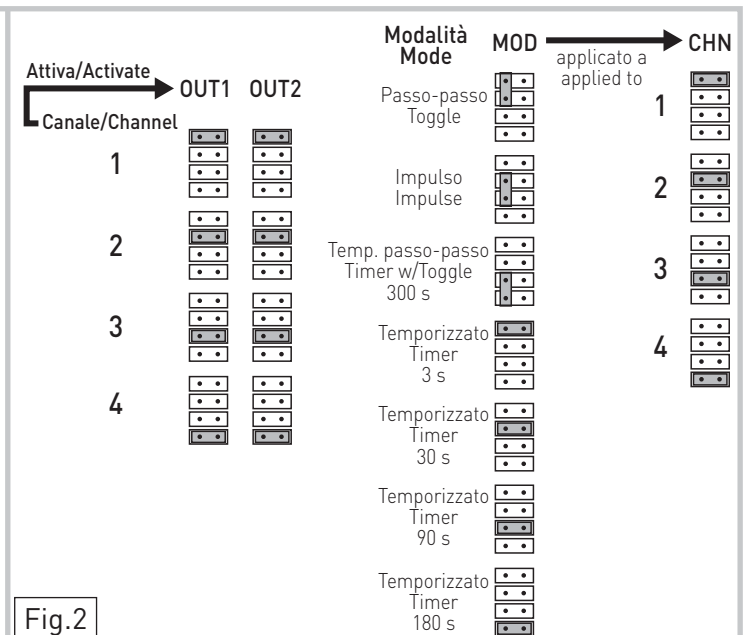

Fig.2
3. Configurazione canali-uscite (Fig.2)
Uno qualsiasi dei quattro canali dei trasmettitori può essere abbinato ad ognuna delle uscite del ricevitore radio BIXR2-BIXPR2 configurando opportunamente i jumper OUT1-OUT2 come indicato nella Fig.2. L'attivazione delle uscite viene segnalata dai LED OUT1-OUT2.
Uno dei quattro canali disponibili, selezionabile mediante il jumper CHN, può essere configurato in varie modalità di funzionamento mediante il jumper MOD come illustrato in Fig. 2. L'altro canale mantiene un funzionamento impulsivo.
3. Configuration of channels/outputs (Fig. 2)
Any one of the four transmitter channels can be matched with each of the BIXR2/ BIXPR2 radio receiver outputs by suitably configuring the OUT1/OUT2 jumpers as shown in Fig. 2. Activation of the outputs is indicated by the OUT1/OUT2 LEDs.
One of the four available channels, which can be selected using the CHN jumper, can be configured in various operating modes using the MOD jumper as shown in Fig. 2. The other channel continues in pulse operating mode.
3. Configuration des canaux-sorties (Fig.2)
L'un des quatre canaux des émetteurs peut être couplé à chacune des sorties du récepteur radio BIXR2-BIXPR2 en configurant de manière appropriée les cavaliers OUT1-OUT2 comme illustré dans la Fig.2. L'activation des sorties est signalée par les voyants OUT1-OUT2. L'une des quatre canaux disponibles, sélectionnable via le cavalier CHN, peut être configuré selon différentes modalités de fonctionnement via le cavalier MOD comme illustré dans la Fig. 2. L'autre canal maintient un fonctionnement impulsif.